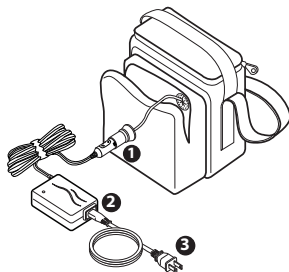

Figura 1: Carica della batteria
1. Collegare l'estremità dell'adattatore per auto del caricabatteria nella presa del pacco batteria, ubicata nella tasca anteriore della borsa per il trasporto. Fare riferimento alla Figura 1.